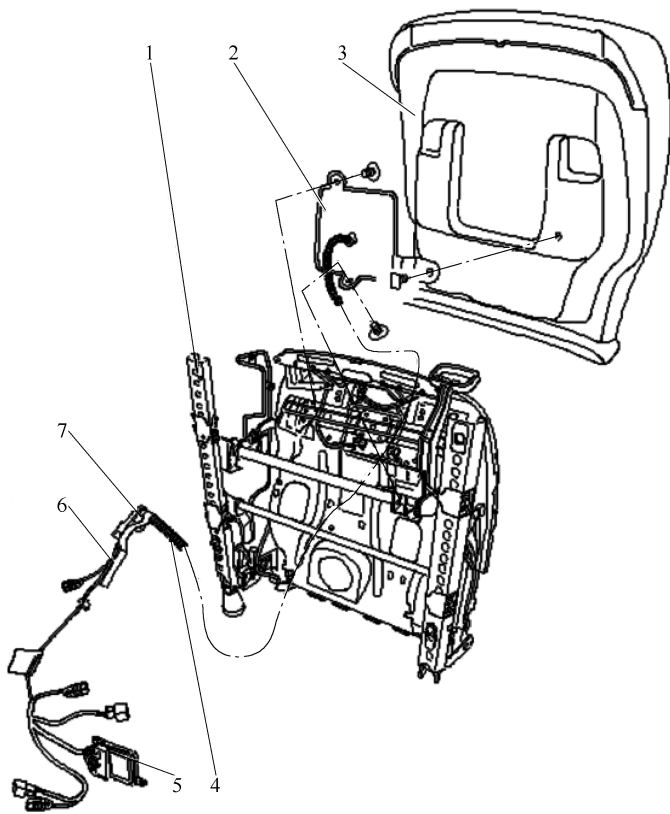

图 12-14 座椅结构示意图
(3) 装配概述——座椅占用识别装置 (美国) 座椅结构示意图如图 12-14 所示。